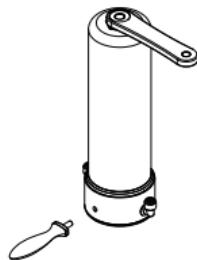

Figura 9
**NOTA:** Si le resulta difícil desenroscar y apretar la carcasa, puede utilizar las herramientas de llave inglesa de repuesto. (Figura 9).